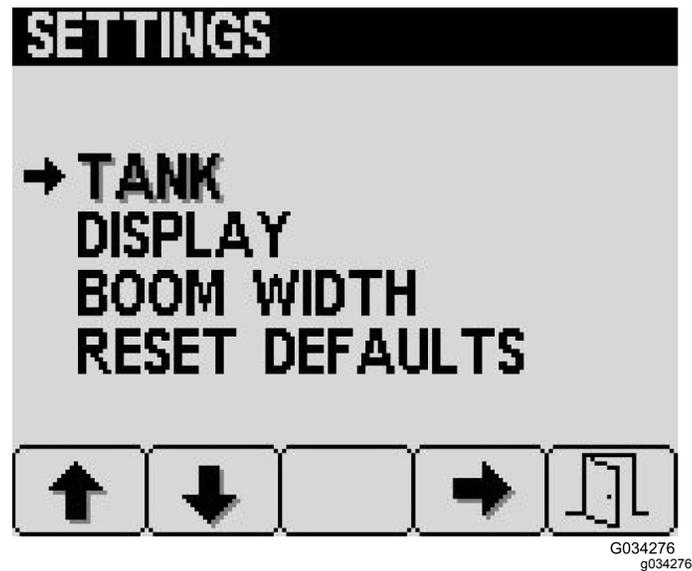

Figura 25
1. En la pantalla Configuración, pulse el botón 2 para desplazarse a la opción Depósito, y pulse el botón 4, Depósito (Figura 25).